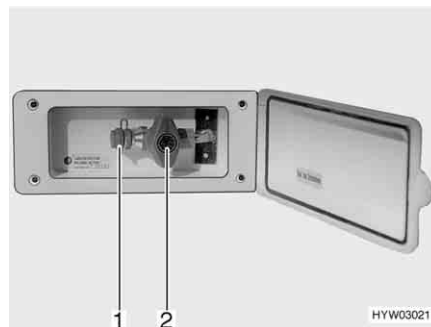

Fig. 83 Raccordement externe de gaz avec robinet d'arrêt de gaz fermé
Le raccordement externe de gaz (Fig. 83) se trouve, selon les modèles, à l'arrière ou sur le côté gauche ou droit du véhicule.
- Raccorder l'appareil à gaz externe sur le raccord (Fig. 83,1).
- Ouvrir le robinet d'arrêt de gaz (Fig. 83,2).